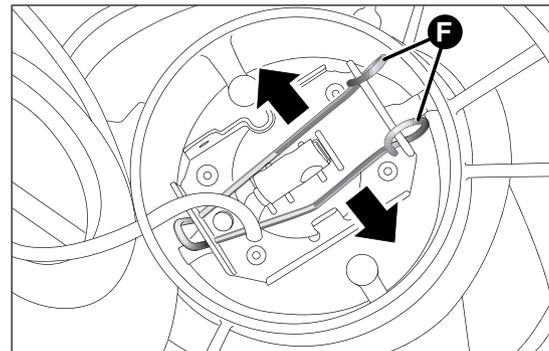

fig. 137
- sganciare le mollette F fig. 137 sfilandole verso l'esterno;